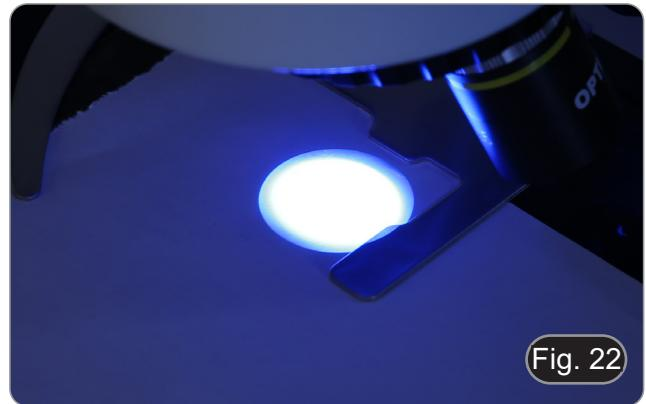

Fig. 22
7. Usando o parafuso de focagem da lente do colector ②, amplie a imagem até obter uma iluminação homogénea. (Fig. 22). Neste ponto, insira uma objetiva no caminho óptico e, olhando para as oculares, optimize a iluminação sempre usando os parafusos ② e ③.